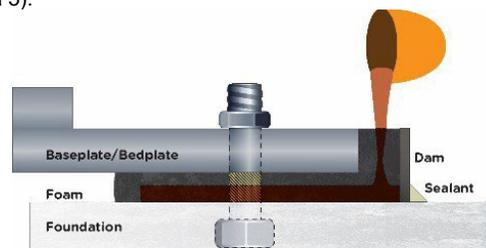

Figura 5: Belzona 7111 vertido en un chorro fino
- a) Vierta la mezcla de **Belzona 7111** en la contención inmediatamente después del mezclado. Deje que el producto fluya libremente hacia los lados del equipo y por debajo de este con un chorro fino. Esto evitará un burbujeo excesivo (vea la Figura 5).